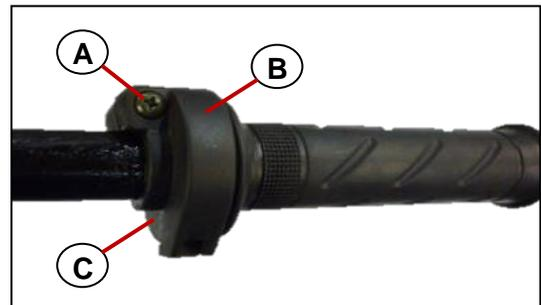

Fig. 8.51
- Retire el tornillo [A] del carretel del acelerador, luego la cubierta superior del comando [B] y posteriormente la cubierta inferior [C]. **Fig. 8.51**